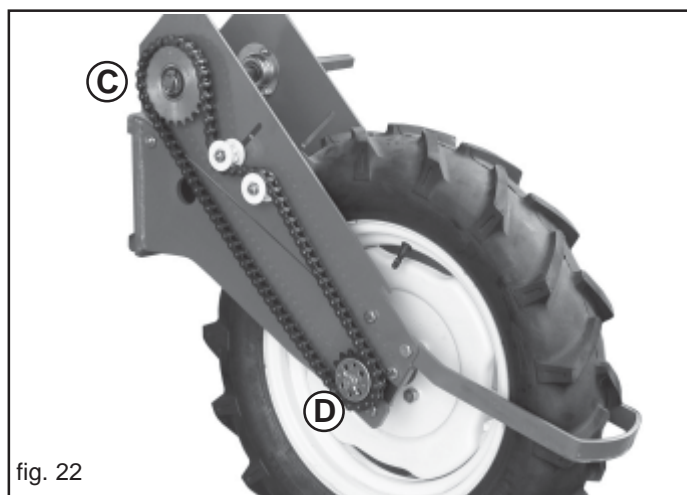

fig. 22
Verificar sobre la sembradora que pareja de piñones (Rueda) hay colocados (C-D Fig 22);
- Si con los piñones (rueda C-D) instalados en la sembradora (Fig. 22) no se obtiene la distancia de siembra deseada, véase en la tabla, si se los debe invertir de posición o sustituir.